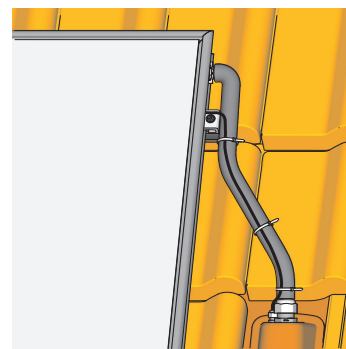

Bild 3-48 Arbeitsschritt 3
3. Silikonkabel des Kollektortemperaturfühlers zur Dachdurchführung verlegen (mit Abtropfbogen) und mit Kabelbindern an Montageseile oder Anschlussrohr sichern (Bild 3-48).